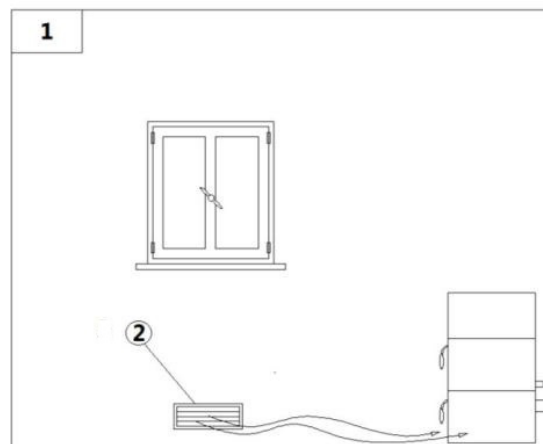

Fig. 7 - Direkte Luftzufuhr
LEGENDE Fig. 7 a pag. 10
- Die Luftzufuhr zwischen der Außenseite und dem Raum kann direkt durch die Öffnung auf der Außenwand des Raumes erfolgen (siehe **Fig. 7 a pag. 10**).